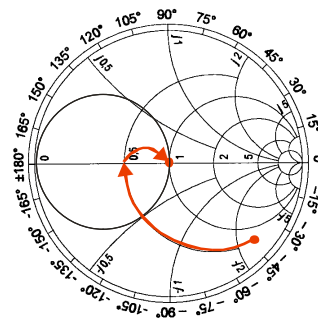

Abbildung 24 Beispiel eines Weges zur Lastanpassung
- In folgender Abbildung 24 wird ein Weg zur Lastanpassung an den Wellenwiderstand eines 50Ohm-Kabels dargestellt. Zeichnen Sie das zugehörige Schaltbild und geben Sie die Größen der erforderlichen Parameter an.